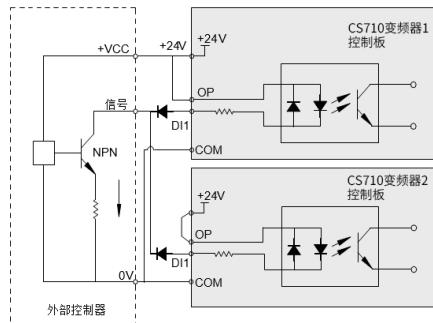

图 3-64 多台变频器 DI 端子并接漏型接线方式
- \* 此种接线方式下，不同变频器的 DI 端子不能并接使用，否则可能引起 DI 的误动作；若需 DI 端子并接（不同变频器之间），则需在 DI 端子处串接二极管（阳极接 DI）使用，二极管需满足：IF >40mA、VR >40V，如图 3-64。